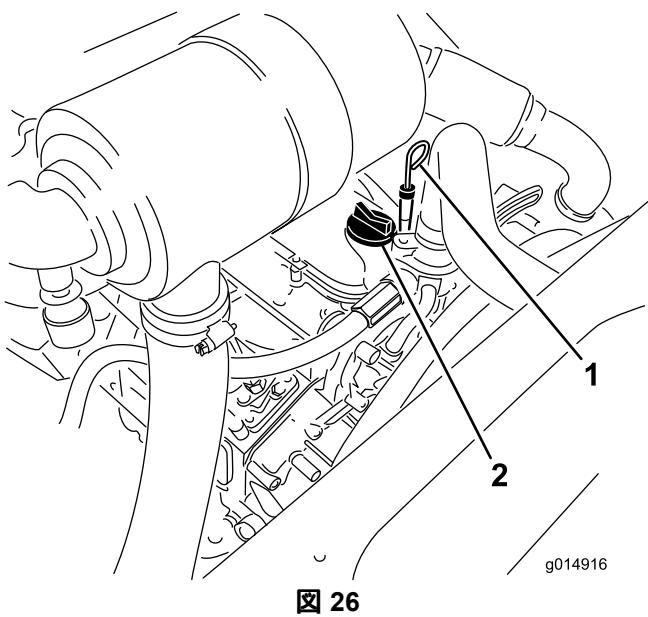

図 26
3. ディップスティックを抜き取り、付いているオイルをウェスで拭きとつてもう一度差し込む(図26)。
5. オイルの量が不足している場合は、補給キャップ図26を取り、Full位置までオイルを補給する。